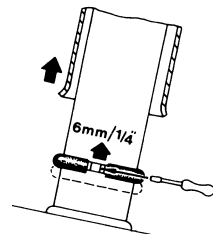

Bild 2
- Fahren Sie den Kippzylinder aus und schieben Sie, wie in Bild 2 gezeigt, den Ring 6 mm nach oben. Sichern Sie den Ring indem Sie die Klemmschelle mit einem Anzugsdrehmoment von 5 Nm anziehen.